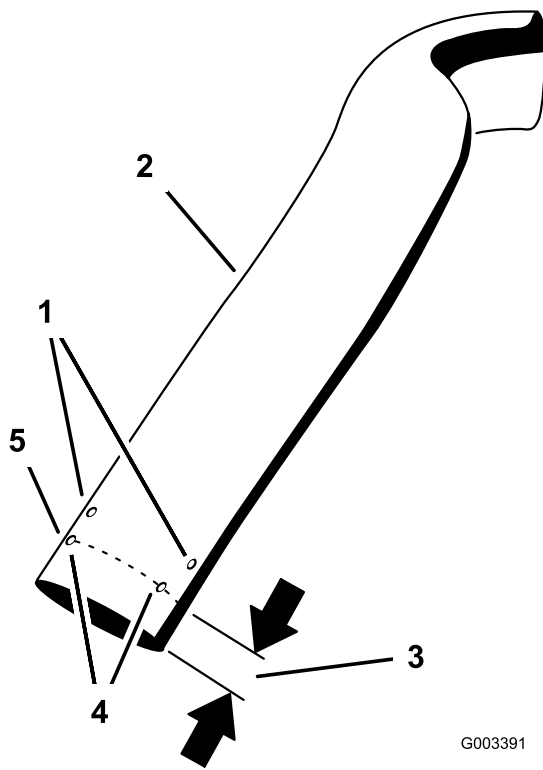

Figura 18
1. Mida 89 mm (3½") desde la parte inferior del tubo superior. Utilice los 3 orificios existentes como marcas y luego márquelo en varios lugares para crear una línea alrededor del tubo (Figura 18).
2. Corte los 89 mm (3½") del tubo superior (Figura 18).